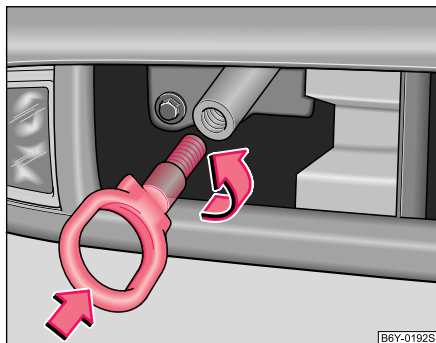

Fig. 149 Parachoques delantero: Montaje de la argolla de remolque
- Enroscar la argolla de remolque a mano girándola hacia la izquierda hasta el tope ⇒ **página 214, fig. 149** y apretarla con la llave para tornillos (introducir la llave a través de la argolla).